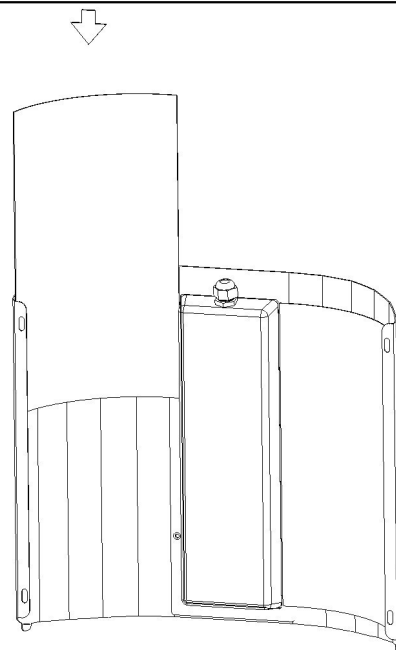

Fig. 6
Le due carte collanti devono essere sostituite almeno una volta al mese o più spesso in caso di ambienti pieni d'insetti o particolarmente sporchi (Fig.6 e 8).
- Rimuovete la pellicola protettiva dalla carta collante e infilate quest'ultima nell'apposito alloggiamento flettendola leggermente ed evitando di attaccarla al coperchio delle lampade, come mostrato in Fig. 6.